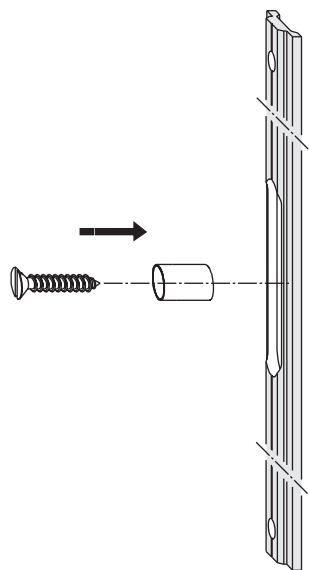

Bild 2
Hülse (3) mit Senkblechschraube (2) am Flügel befestigen (Bild 2).